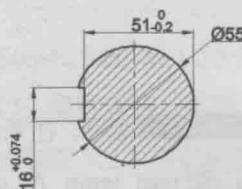

图 1.1.24 带公差的线性标注
Step4. 创建图 1.1.24 所示的带公差的线性标注。
(4) 选中 “ $+0.074^{\wedge} 0$ ”, 单击鼠标右键, 在系统弹出的快捷菜单中选择 **堆叠** 选项, 再单击 **文字编辑器** 面板上的“关闭”按钮 , 在绘图区的空白区域单击, 以确定尺寸放置的位置。
(5) 参照以上步骤, 创建图 1.1.24 中另一个带公差的线性标注。